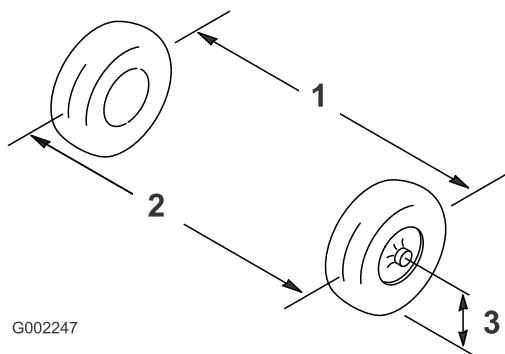

Figure 96
2. Mesurez la distance entre les roues avant à hauteur d'essieu, à l'avant et à l'arrière des roues (Figure 96).